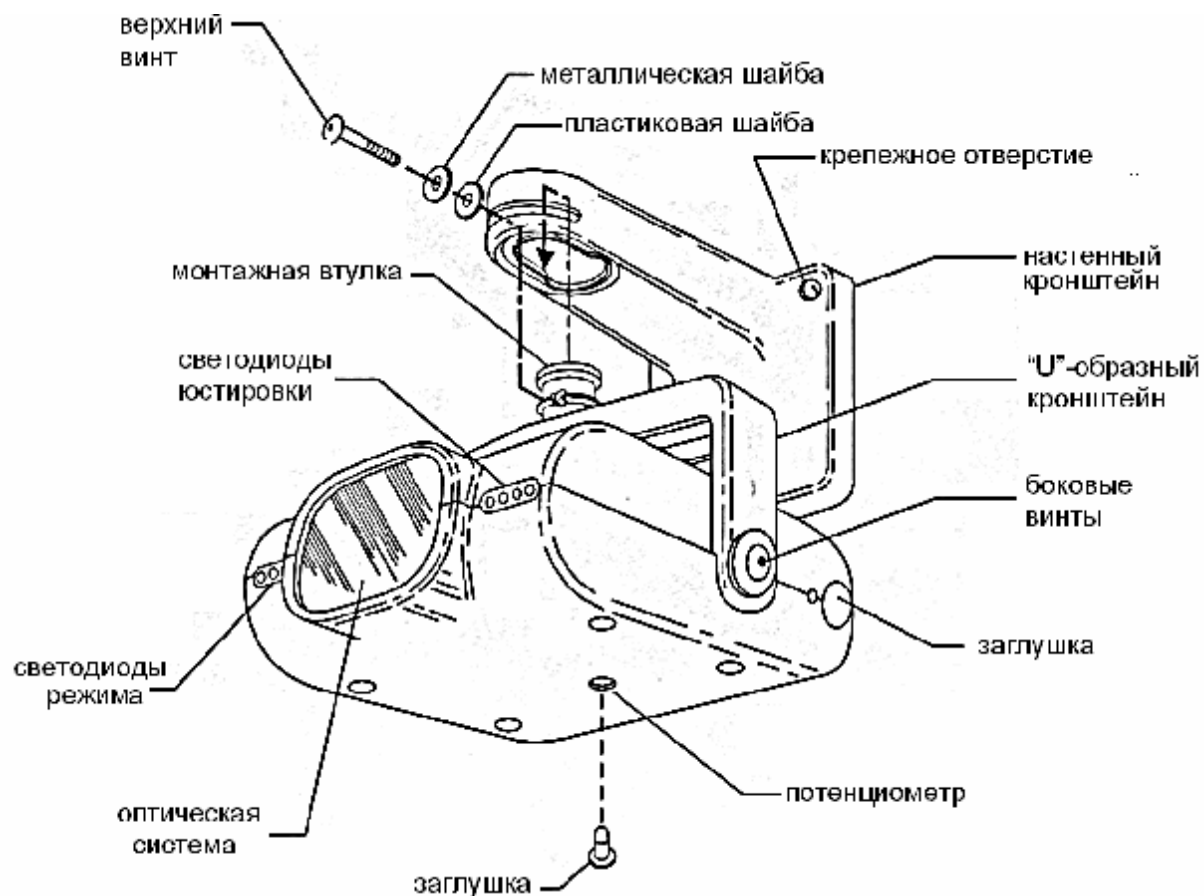

Рис. 6. Установка извещателя на настенные кронштейны
Вставьте в отверстия установленных кронштейнов монтажные втулки “U”-образных кронштейнов приемника и передатчика, затем передвиньте их вперед до упора (смотри рис. 6, 7) и заверните верхние винты с шайбами (длинные винты для потолочных кронштейнов, короткие - для настенных). Затяните верхние и боковые винты при помощи шестигранного ключа так, чтобы положение приемника и передатчика было зафиксировано, но могло быть изменено в обеих плоскостях без больших усилий.
6. Затяните верхний винт кронштейна, а затем – два боковых винта (рис. 6, 7). При этом нельзя допускать изменения положения приемника, фиксация положения приемника не должна изменить ни число горящих светодиодов, ни их яркость. Снижение яркости третьего светодиода говорит об уменьшении уровня инфракрасного излучения. В противном случае операцию юстировки приемника необходимо повторить.
4. Затяните верхний винт кронштейна, а затем – два боковых винта (рис. 6, 7). При этом так же нельзя допускать изменения положения передатчика, т.е. не должно измениться ни число горящих светодиодов, ни их яркость. В противном случае повторите предыдущие шаги.